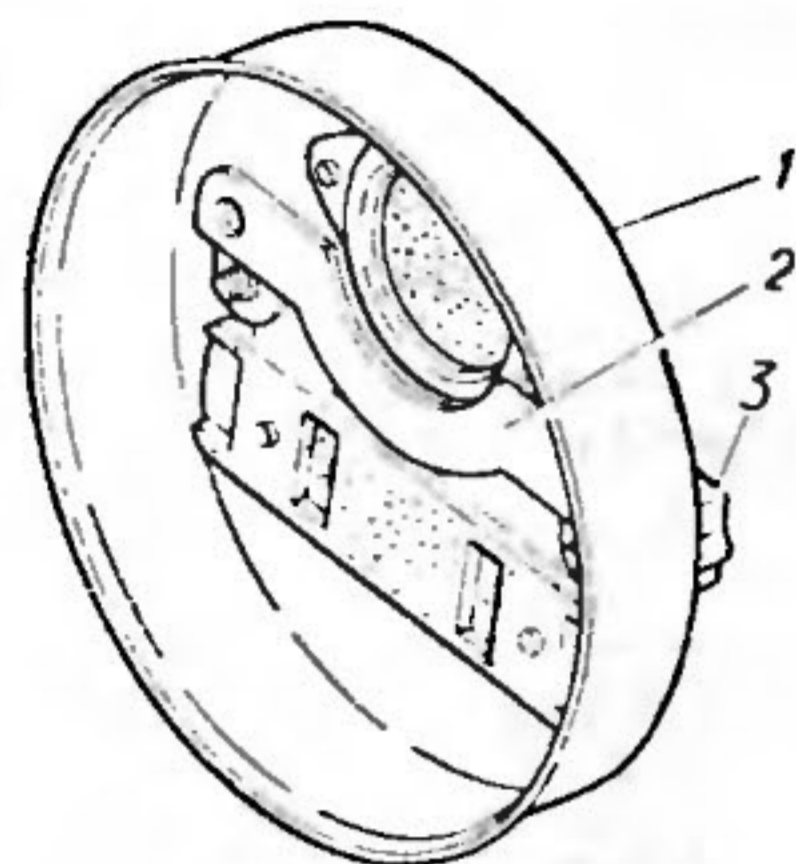

Рис. 57. Специальный светомаскировочный ободок для заднего фонаря:
2. Наложите на рассеиватель кронштейн 2 (рис. 57) ободка, совместив отверстия, и прикрепите его двумя винтами вместе с рассеивателем к корпусу фонаря.